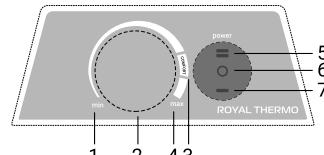

Рис. 3
**Панель управления RCHC/M (рис. 3):**